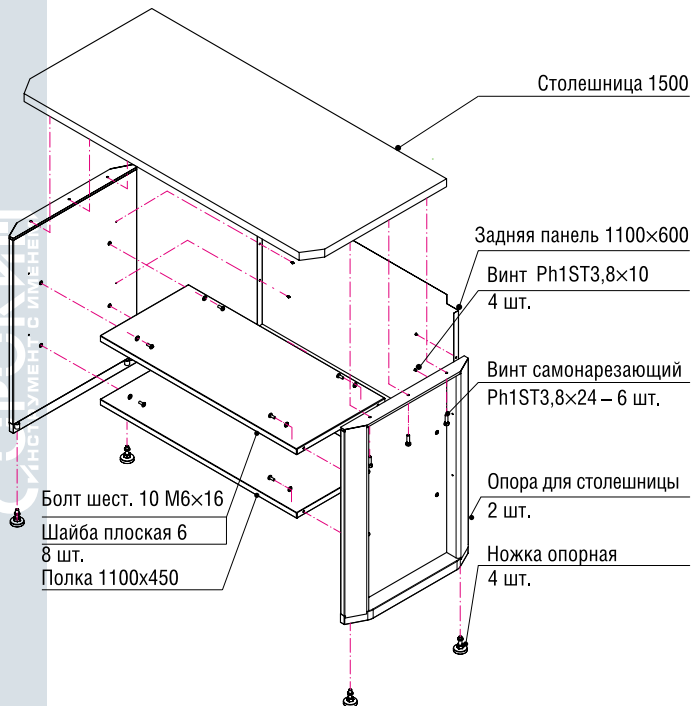

Рисунок 7-2 – Сборка верстака без тумбы Standart
1. Соберите две опоры для столешницы (35.500), вкрутив в них опорные ножки (рис. 7-2).